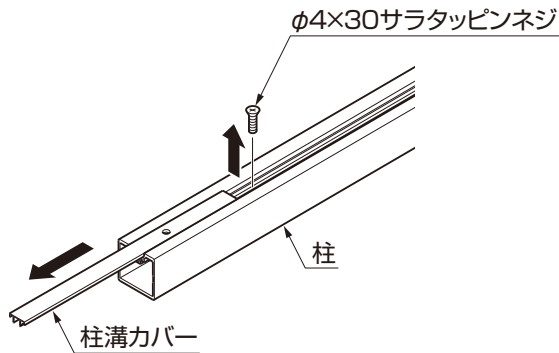

図2-6 柱溝カバーの取外し
- フェンス1段施工などの場合で、下ブラケット取付け位置がフェンス下空き80mmより上に取付ける場合は、止めているφ4×30サラタツピンネジを外し、柱溝カバーをスライドさせて取外し、柱を埋め込んでください。(図2-6参照)